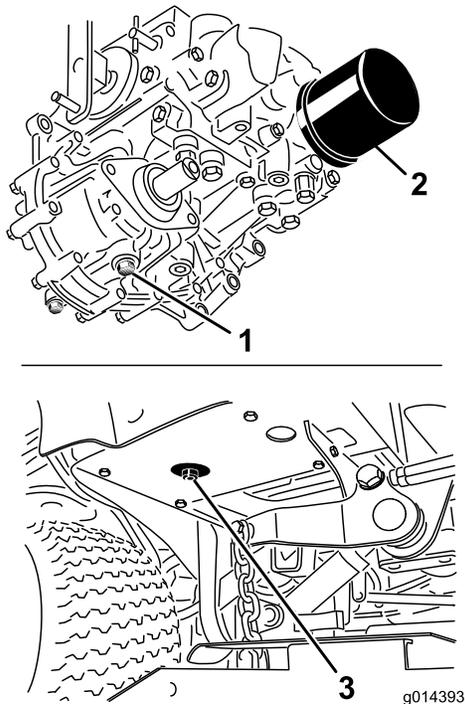

Figura 89
- Coloque un recipiente grande debajo del depósito de fluido hidráulico y el alojamiento de la transmisión y retire los tapones; deje que se vacíe todo el fluido hidráulico (Figura 89).
- Limpié la zona alrededor del filtro de fluido hidráulico y retire el filtro (Figura 89).